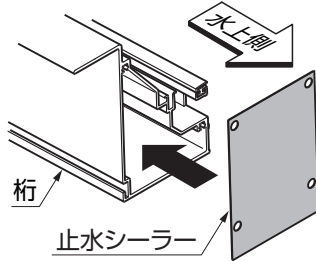

図6-3 止水シーラーの貼付け
- ③ 止水シーラーを水上側の桁の端部に貼付けてください。(水下側は貼付け不要です。)(図6-3参照)